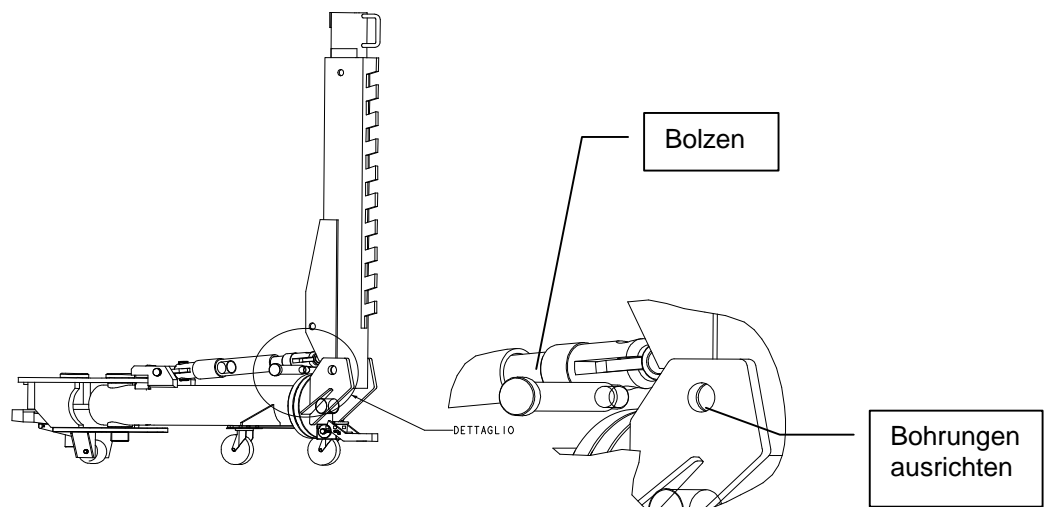

Abbildung 13
- Die Bohrung des vertikalen Zugarmteils mit der Bohrung des Zwischenstücks ausrichten, den Bolzen einfügen und mit der selbstsichernden Nutmutter blockieren (siehe Abb. 13).